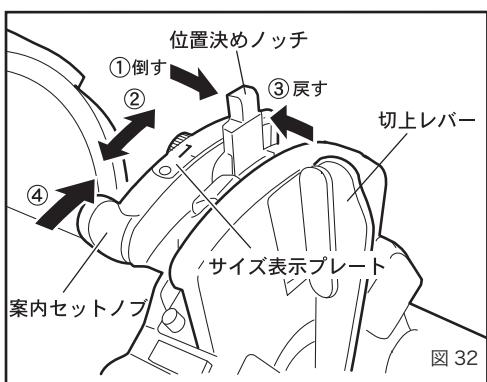

図 32
サイズ変更する場合 (図 32)
- 位置決めノッチを図 32 の矢印①の方向に倒す。
- サイズ表示プレートに表示されている希望のパイプサイズに位置決めノッチを合わせる。(矢印②)
- 位置決めノッチを矢印③の方向に倒しながら、ノッチの溝に位置決めピンをはめ込む。
案内セットノブ(図32参照)を押し上げてダイヘッドをねじ切りのセット状態にします。そしてパイプにねじを切っていきますと、パイプ端面が切上げレバーにあたり、徐々に押し出していくます。パイプに切られたねじが規定長さになりますと、切上げレバーが押し上げられ、チーザがパイプから離れねじ切りが終わります。(図35-1)